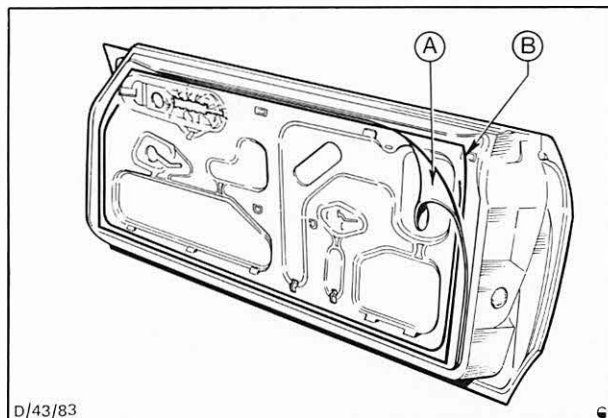

Abb. 4 A = Türdichtfolie
7. Türdichtfolie befestigen. Abb. 4.